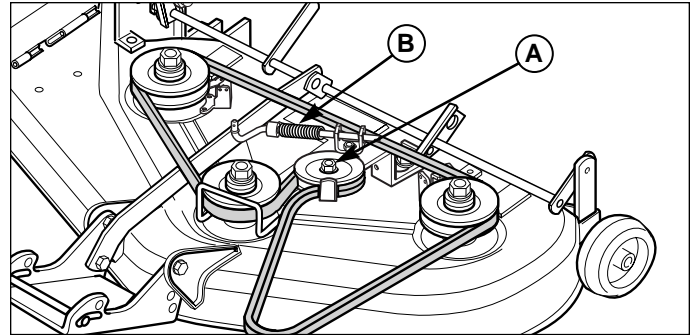

Figure 32b. Réglage de l'embrayage de PDF –
2. Desserrer la vis à tête du galet tendeur (A, Figure 32b) et faire glisser le galet dans son logement vers l'arrière de façon à utiliser une longueur de courroie plus importante.
4. Engager le levier de PDF. Mesurer la longueur du ressort comprimé (B). Le ressort comprimé doit mesurer de 73 à 76 mm. Répéter les étapes 2 à 4 selon le besoin.